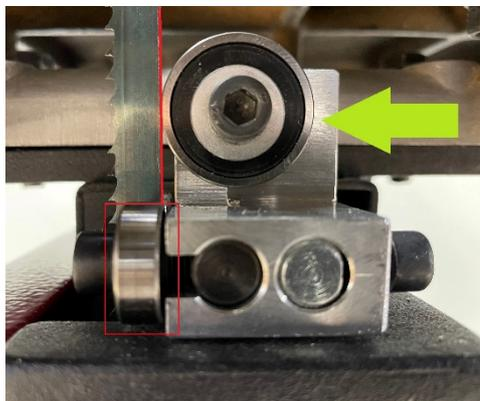

Figure 37
- Régler la position du roulement afin qu'il soit en appui sur le talon du ruban. (Fig 37)
- Les roulements latéraux doivent se trouver au niveau du talon ruban de découpe classique. (Fig 37)